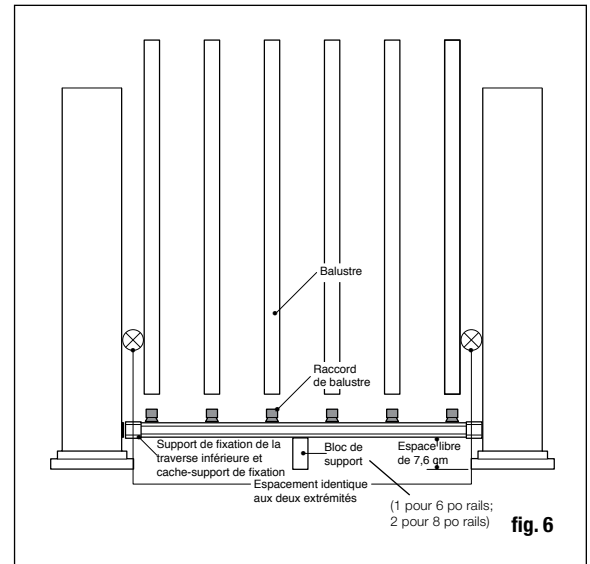

fig. 6
Étape 6 : Mesurez la distance entre les manchons de poteaux installés pour déterminer la longueur des traverses du haut et du bas. Placez la traverse inférieure en position près des poteaux et ajustez afin que la distance entre le premier trou de balustrade et le poteau devrait être de moins de 2 po et égale des deux côtés (fig. 6). Marquez la traverse. Coupez la traverse inférieure. Coupez la traverse du haut à la même espacement et longueur.
Étape 8 : Trouvez le centre de la base de la traverse du bas et fixez le raccord de balustrade inclus avec le bloc de support, en utilisant les vis fournies. Vérifiez les exigences du code de la construction quant à l'espacement maximum entre la surface de la terrasse et le bas de la traverse (espace de balayage). Nous recommandons 7,6 cm (3 po), mais peut être moindre si désiré. Si nécessaire, coupez le bloc de support à la hauteur désirée (fig. 6). Un pied de support est requis pour un rail-guide de 6 pi tandis que deux pieds de support sont requis pour une traverse horizontale de 8 pi ou le garde-corps d'escalier ne sera pas installé correctement.
Étape 9 : Placez les couvre-supports et supports de traverse horizontale aux extrémités de la traverse inférieure. Installez le bloc de support et appuyez la traverse du bas entre les poteaux en utilisant des blocs coupés à la bonne taille. Vérifiez que la traverse est à niveau. En utilisant le support horizontal comme guide, marquez la position des vis sur le manchon de poteau et sur les deux extrémités de la traverse. Percez des avant-trous de 1/8 po dans le manchon de poteau et la traverse. Fixez le support horizontal au manchon de poteau grâce à des vis à tête carrées n° 8-15 x 2" - n° 2, puis fixez le support à la traverse en utilisant des vis à têtes carrées autotaraudeuses n° 10-16 x 3/4" - n° 2 (fig. 6).